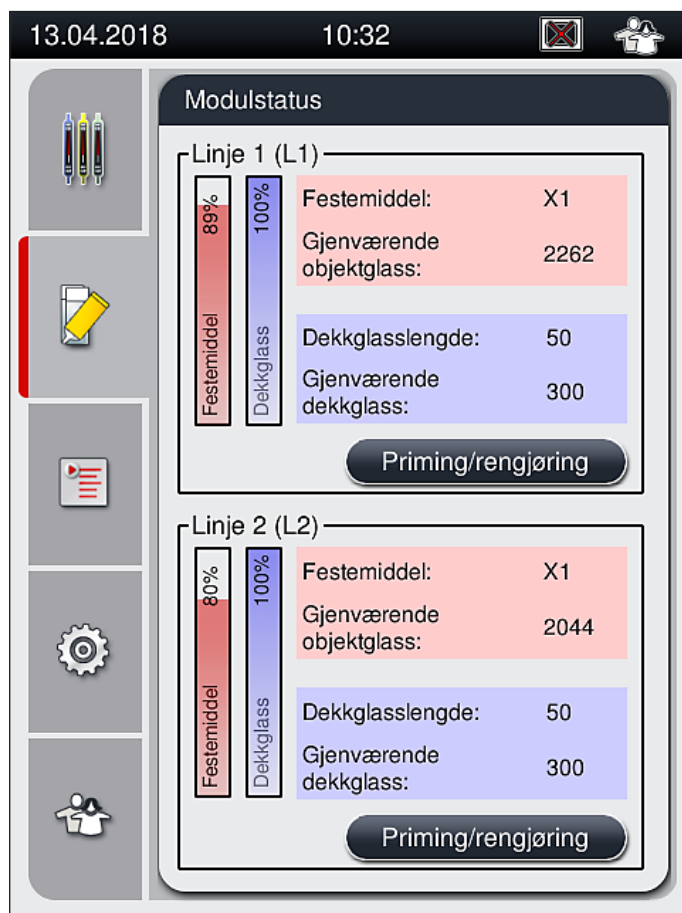

Fig. 53
10. Festemiddelflaskene som settes inn på nytt, detekteres av instrumentprogramvaren, og modulstatusen (→ Fig. 53) oppdateres.